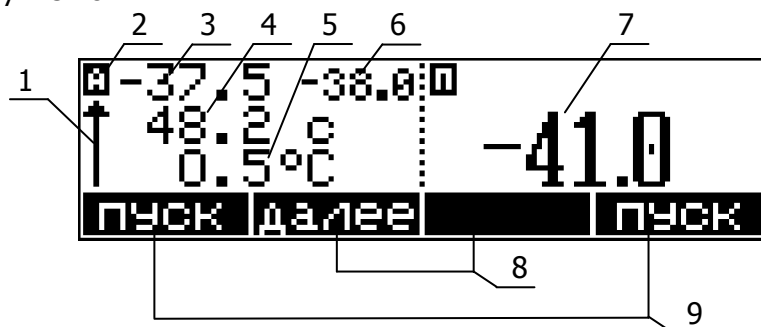

Рисунок 28 — Вид дисплея в режиме измерения
<p>Ожидание нового цикла измерения (подхода температуры ячейки к очередной температурной точке). В полуавтоматическом и ручном режимах значение температурной точки (см. рис. 28) не отображается. Время заполнения и значение дельты — от предыдущего цикла измерения. Нажатие кнопки СТОП останавливает измерение. Нажатие кнопки ДАЛЕЕ выполняет принудительный переход к следующей фазе цикла — заполнение пипетки.</p>
2.21.2 Для изменения значения температурной точки в работающем в автоматическом режиме канале(ах) выполнить (см. рисунок 28):